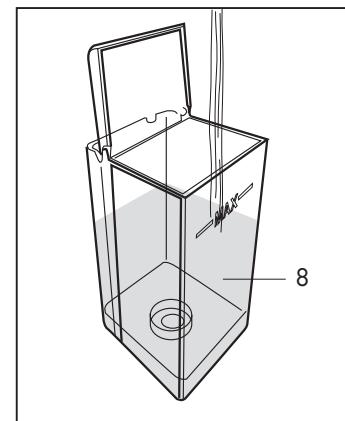

Fig. 2
- llene el depósito con un máximo de 2,5 litros de agua fresca. (**Fig.2**)